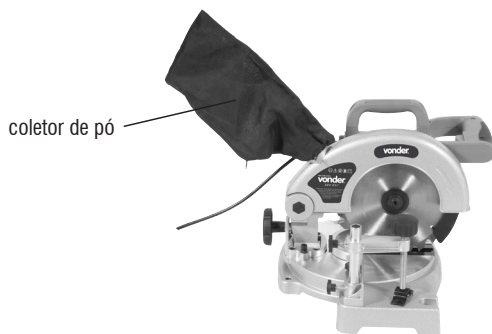

Fig. 7 – Coletor de pó
- a. Abra o bocal do coletor de pó (1) (fig. 7).